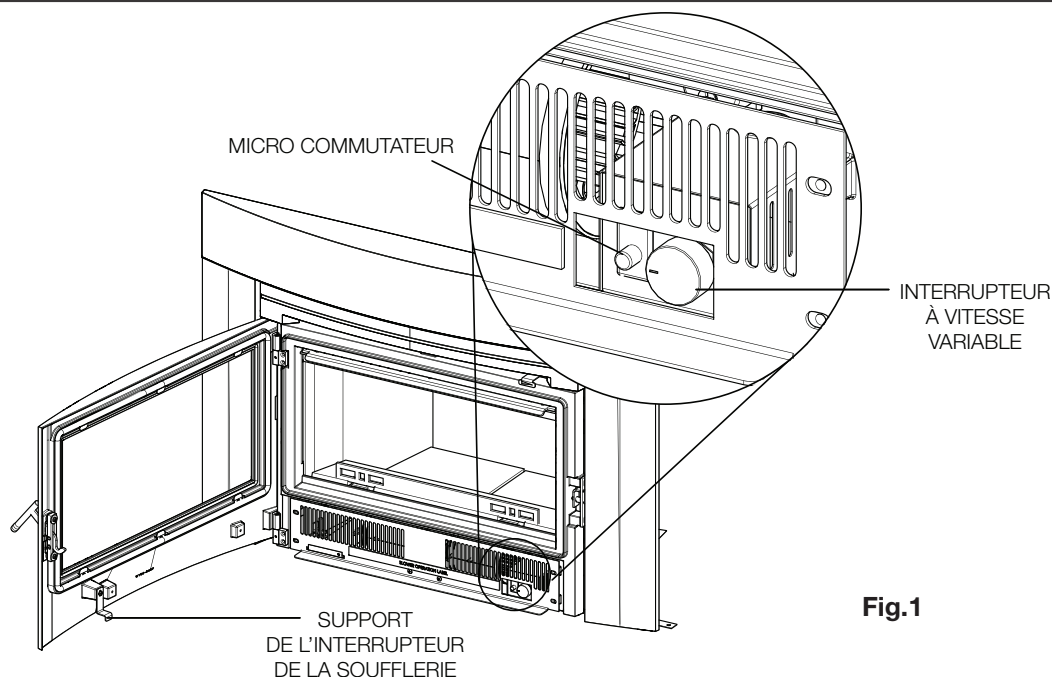

Fig.1
2. C'est nécessaire de déprimer le micro-commutateur en faisant cet ajustement. Lors de fermer la porte, assurez-vous que le support de l'interrupteur de la soufflerie est bien en contact avec le micro-commutateur. Vous devriez entendre un « clic » (voir la **Figure 1**).